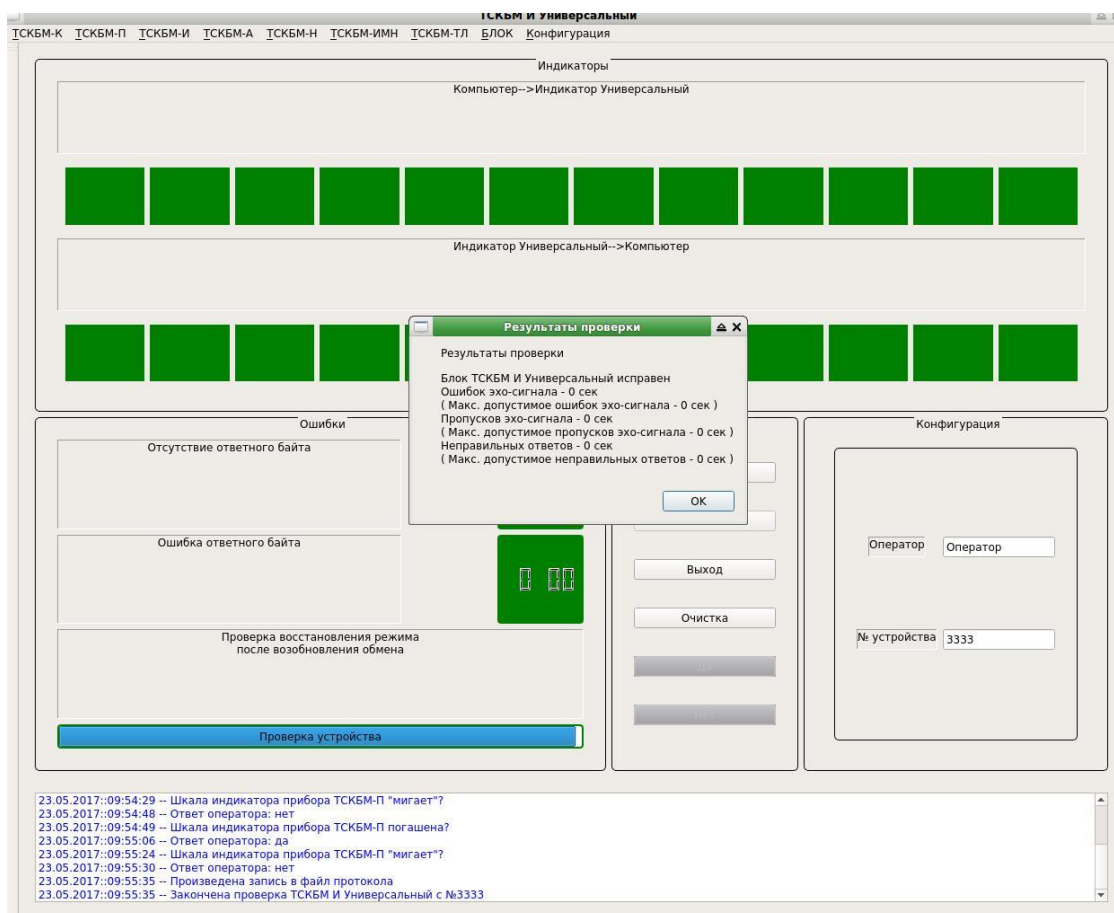

Рисунок 3.2.1.29 - Сообщение системы об окончании проверки исправного ТСКБМ-П
13) В случае если ТСКБМ-П не проходит какой-либо этап тестирования, программа выведет сообщение о неисправности с указанием обнаруженных дефектов. Например, при неисправности прибора ТСКБМ-П в режиме теста «Проверка выключения режима «мигания»» - режим «мигания» не выключается, программа выдает сообщение (рисунок 3.2.1.30): «ТСКБМ И Универсальный неисправен... Режим «мигания» не выключается».